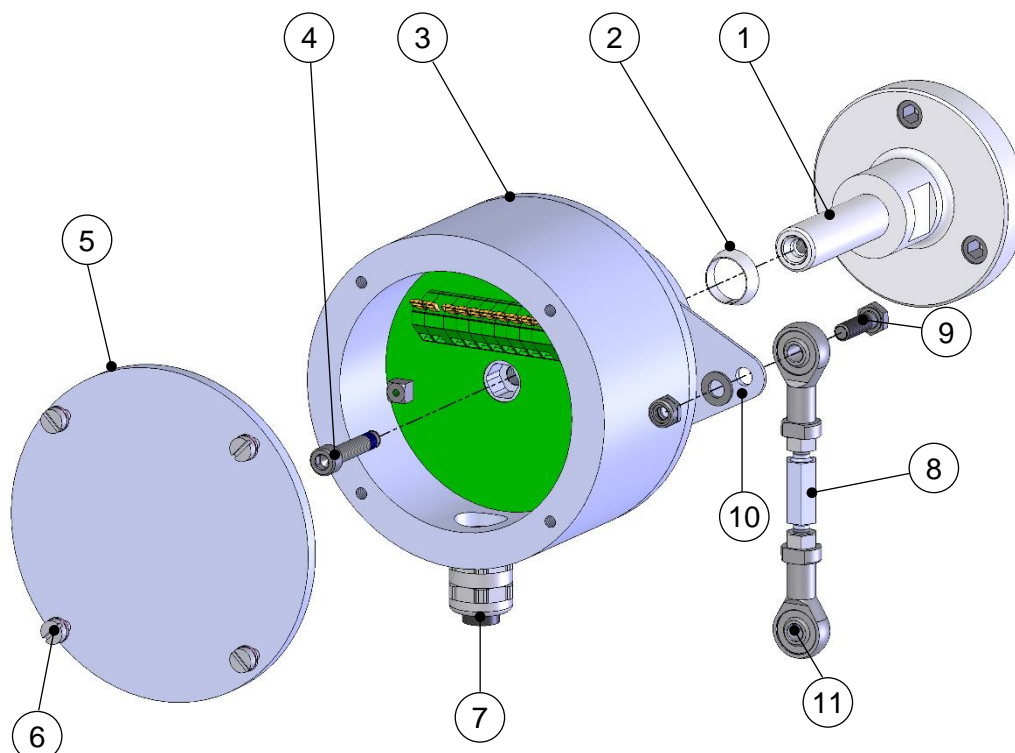

Abb. 1
5. Hohlwellengerät mit Hilfe von Zylinderschraube (4) sichern. (Abb.1) max. Anziehdrehmoment 6 Nm.
1. Klemmkastendeckel (5, Abb. 1) öffnen.
2. Verschlussbolzen der Kabelverschraubungen (7, Abb. 1) entfernen.